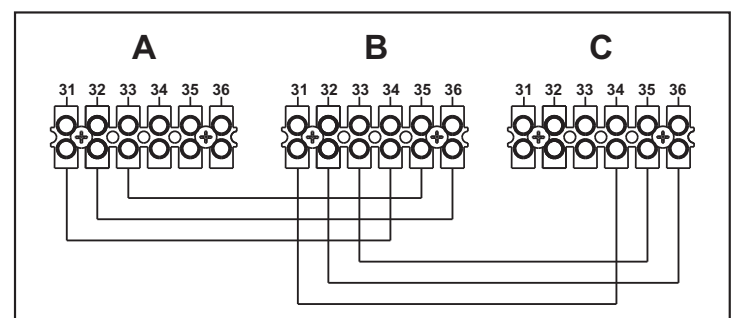

fig. 55 - Collegamento in cascata
1. Collegare i moduli come mostrato in fig. 55 (esempio con 3 moduli)
Se questo non avviene, togliere alimentazione elettrica e controllare il cablaggio in fig. 55.